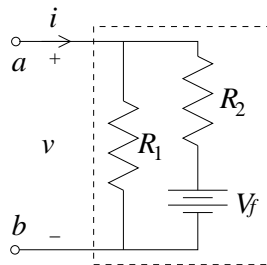
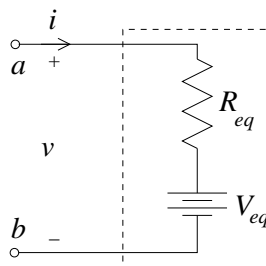
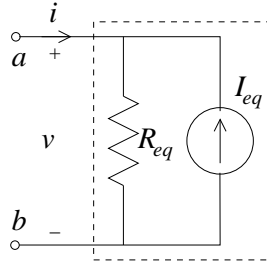

Figura 3.1: Circuito del Ejemplo II.1
Figura 3.3: Fuente de tensión no ideal
Figura 3.4: Fuente de corriente no ideal
**1 Ejemplo (Característica  $v-i$  para un circuito de 1-Puerto)** Considere la Figura 3.1, donde se muestra un arreglo de elementos circuitales de forma que se pueden como un sólo elemento de 1-Puerto 2-Terminales. Se desea obtener la característica  $v-i$  en función de la corriente  $i$  del puerto y la tensión  $v$  del puerto.
Esta curva es la misma que se obtiene para la fuente de tensión, en serie con un resistor, mostrada en la Figura 3.3:
Es decir, pueden conseguirse valores apropiados de  $R_{eq}$  y  $V_{eq}$  para que la relación tensión-corriente del circuito mostrado en la Figura 3.1 se puede representar mediante el circuito de la Figura 3.3.
PREGUNTA. ¿Cuáles deben ser los valores de  $R_{eq}$  e  $I_{eq}$  del circuito en la Figura 3.4 para que su característica  $v-i$  sea equivalente a la del circuito de la Figura 3.1?